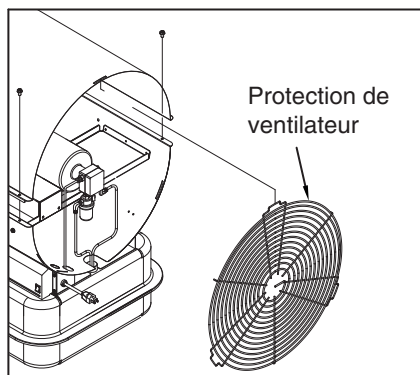

Figure 11. Démontez la protection du ventilateur
- Utiliser une clé de 1/4 po et serrer la canalisation de carburant (A) au niveau de l'électro-valve et de la pompe (voir la Figure 11).
- Déposer la protection du ventilateur (voir la Figure 11).